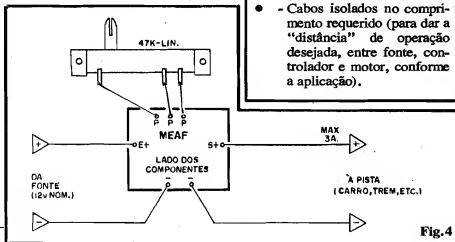
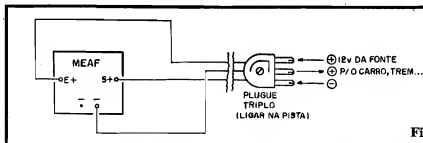
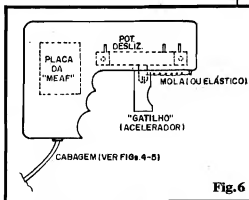

Fig.4
Fig.5
Fig.6
- FIG. 4 - CONEXÕES EXTERNAS À PLACA - Ainda vista pela sua face não cobreada (lado dos componentes), temos agora a placa com as ligações que vão "dela pra fora"... Incluem-se as conexões de Entrada e Saída de energia ao potenciômetro deslizante (nos pontos P-P-P). Convém que o iniciante sempre compare as
- FIG. 5 - PLUGAGEM CONVENCIONAL DE PISTAS DE MODELISMO - Notem (fig. 4) que a placa da MEAF é dotada de dois pontos de ligação para o negativo ou "comum" da alimentação, marcados com "+" e "...". Essa duplicidade apenas foi incorporada para facilitar as conexões, de forma mais "universal", independentemente da aplicação final desejada... Entretanto, no controle específico de modelos de carrinhos e trenzinhos, as manoplas aceleradoras originais costumam ter sua cabagem dotada de um plugue de três pinos, conforme ilustra a figura... Nesse caso, após uma cuidadosa identificação das funções de cada um dos três pinos, as conexões poderão ser feitas de acordo com o diagrama, simplificando bastante as coisas. Nesse caso, um dos pinos corresponde sempre ao negativo da fonte e da pista controlada, outro "recebe" os 12V (geralmente) positivos da fonte original do sistema, e o último pino "devolve" o positivo, já controlado e dimensionado pelo circuito, à pista, para ativação do motor... Usando um multímetro e/ou um provador de continuidade, o Leitor/Hobbysta atento não encontrará dificuldades em "descobrir"
- - Materiais para a construção completa, externa e "mecânica", da manopla, conforme sugestão da fig. 6 (VER ADIANTE...).
- FIG. 6 - SUGESTÃO MECÂNICA E DE ACABAMENTO PARA UMA MANOPLA TOTALMENTE ELETRÔNICA - O habilidoso (todo Hobbysta o é...) Leitor de APE não deverá "ter um ataque" dispondo-se a construir, "do zero", uma manopla totalmente nova e eletrônica, para acomodação do circuito, comandos e plugagens da MEAF, nos moldes sugeridos na figura (é óbvio que algumas diferenças no *out final* são plenamente aceitáveis, valendo a figura como mera sugestão...). Um container plástico em forma de "L", com dimensões compatíveis com as da mão do operador, seria o ideal... Do "cabo" da manopla pode sair a cabagem no "fim" da qual fica o plugue de conexão ao sistema (ver fig. 5), de modo que o fio não "atrapalhe" o operador... Dentro do dito "cabo" pode ficar a plaquinha do circuito, fixada por parafuso/porca... Já ao longo da projeção horizontal da manopla, deve ser interiormente instalado o potenciômetro da MEAF, de modo que a sua alavanquinha de "deslizamento" do cursor possa projetar-se externamente, através de uma fenda longa, nas convenientes dimensões... A idéia é dispor o conjunto de modo que o cursor do potenciômetro se posicione como um "gatilho" numa pistola hipotética... Nessa configuração, bastará uma pequena mola espiral (ou mesmo um elo de elástico forte...) acoplada ao dito cursor, para promover o necessário "retorno" do gatilho, quando o operador "solta" o controle... Um "knob" de formato especial (para bem acomodar o dedo indicador do operador...) poderá ser facilmente improvisado pelo montador, acoplado (com adesivo forte) à alavanquinha cursora do po-